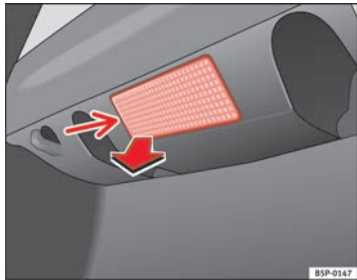

Abb. 175 Gepäckraum-
- Nehmen Sie das Lampenglas der Glühlampe durch Druck mit einem Schraubendreher auf dessen Unterkante -Pfeil- ab ⇒ Abb. 175.